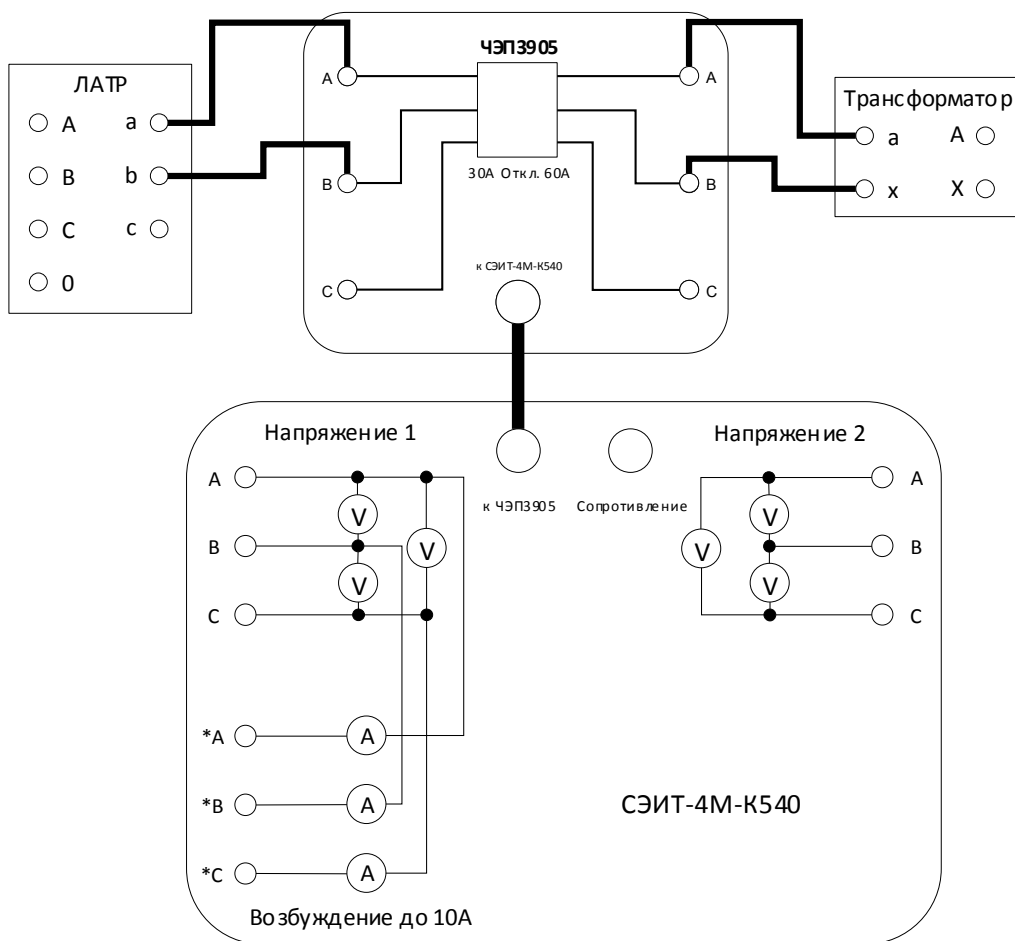

Рис. 13. Схема соединений для опыта холостого хода однофазного трансформатора с использованием БТТ
5.3.1.4. При использовании БТТ для испытаний однофазного трансформатора собирается схема на рис. 13.